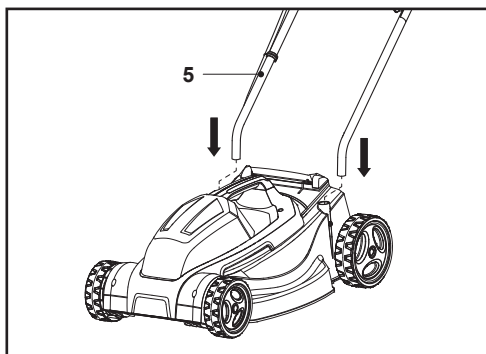
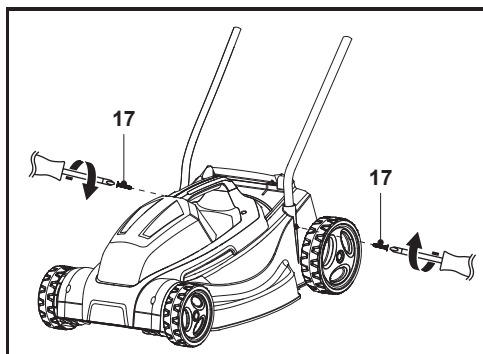

Fig. 1
Fig. 2
1. Insira o guiador inferior (5) nas ranhuras da caixa do corta-relva (Fig. 1). Aperte a pega utilizando os parafusos de bloqueio (17) (Fig. 2).